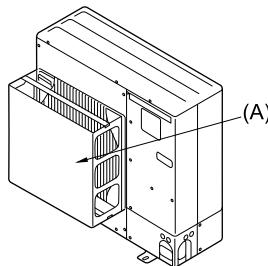
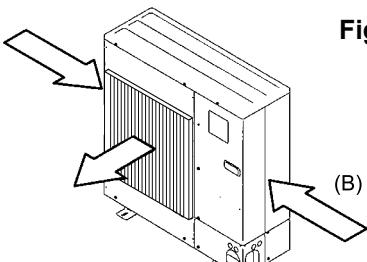

Fig. 2-4
Fig. 2-5
- (2) Installer un guidage d'air optionnel si l'appareil est placé dans un endroit où les vents violents d'une tempête, par exemple, pourraient s'engouffrer directement dans la sortie d'air. (Fig. 2-4)
- (A) Guidage d'air
- (3) Placer l'appareil de sorte que la sortie d'air souffle dans la direction perpendiculaire à celle des vents saisonniers, si celle-ci est connue. (Fig. 2-5)
- (B) Sens du vent